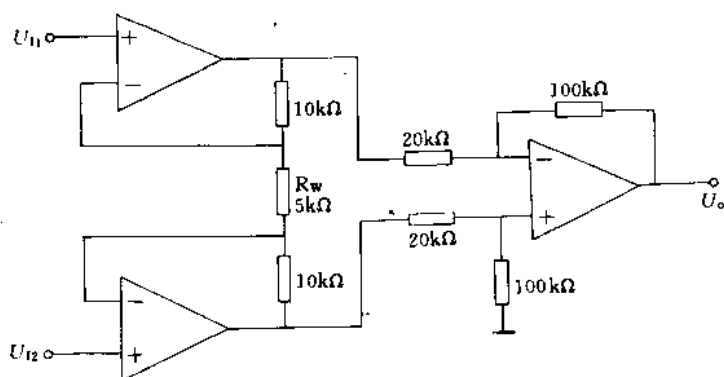

图 3-4
精密测量放大电路如图 3-4 所示,测 U_o 与 U_{11} , U_{12} 间的关系,改变 R_w 阻值,观察对运算关系的影响。
4. 分析图 3-4 中电路,说明该电路的主要优点。